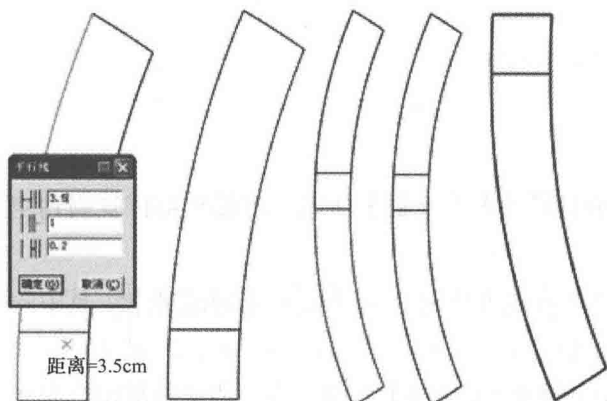

图7-57 前片左腰头
⑦选择  【对称】工具，按着【Shift】键进入【对称移动】功能。将前片右腰头对称翻转一下。
(7) 绘制前片左腰头(图7-57)。
①选择  【移动】工具，按着【Shift】键进入【复制】功能。将前片右腰头复制到空白处。
②选择  【智能笔】工具按住【Shift】键，进入【平行线】功能。输入里襟宽3.5cm。
③选择  【对称】工具，按着【Shift】键进入【复制】功能。将腰头对称复制。
④选择  【智能笔】工具中的连角功能删除不需要线段。